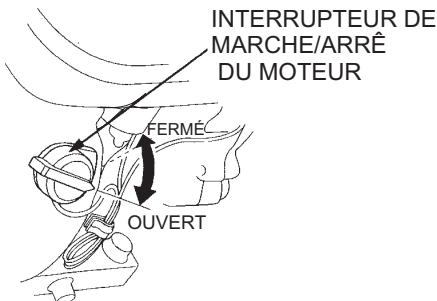

Figure 10. Interrupteur de marche/arrêt du moteur
2. Placez le **l'interrupteur de marche/arrêt du moteur** (Figure 10) sur position ON (Marche).
2. Placez l'**interrupteur de marche/arrêt du moteur** (Figure 10) sur position **OFF** (Arrêt).